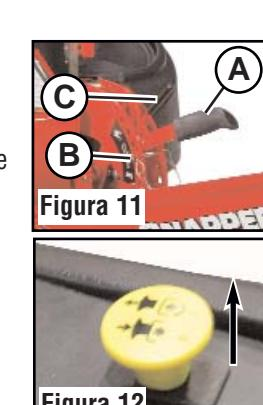

Figura 11
- Tire la palanca elevadora de la plataforma del cortacésped (A, Figura 11) lo más arriba que pueda hasta que se bloquee en la posición de transporte. Coloque el pasador de selección de altura de corte (B) en el orificio adecuado para alcanzar la altura de corte deseada. Tire simultáneamente la palanca elevadora de la plataforma del cortacésped y la palanca de bloqueo (C) y baje la palanca elevadora de la plataforma del cortacésped contra el pasador de selección de altura de corte.